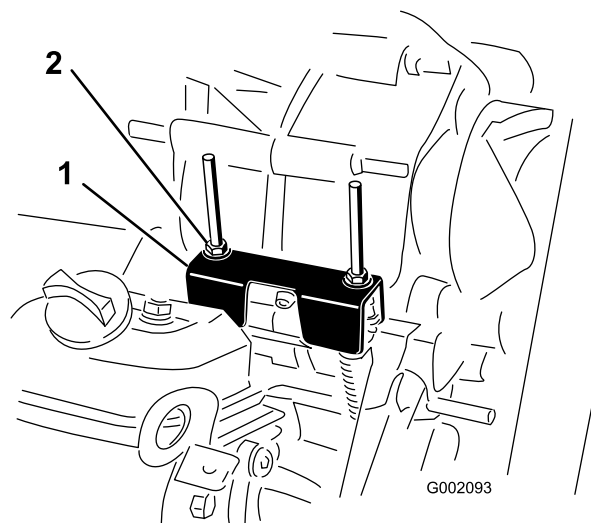

Figura 52
Sempre que for necess $\frac{1}{2}$ rio efetuar opera $\frac{1}{2}$ i $\frac{1}{2}$ es de manuten $\frac{1}{2}$ o programada e/ou diagn $\frac{1}{2}$ sticos do motor, dever $\frac{1}{2}$ colocar na posii $\frac{1}{2}$ o PONTO MORTO (Figura 52). A alavanca de mudan $\frac{1}{2}$ as da m $\frac{1}{2}$ quina possui uma posii $\frac{1}{2}$ o de PONTO MORTO que controla a posii $\frac{1}{2}$ o neutra do conjunto eixo-transmiss $\frac{1}{2}$ o. Dever $\frac{1}{2}$ executar as seguintes opera $\frac{1}{2}$ i $\frac{1}{2}$ es para se certificar de que a alavanca de mudan $\frac{1}{2}$ as controla a posii $\frac{1}{2}$ o neutra do conjunto de forma correta:
2. Certifique-se de que o suporte neutro est $\frac{1}{2}$ na posii $\frac{1}{2}$ o PONTO MORTO (ao n $\frac{1}{2}$ vel do suporte do cabo ao capot situado por baixo do suporte das mudan $\frac{1}{2}$ as), rodando a embraiagem (Figura 52).
3. Rode uma das porcas de bloqueio (Figura 52) para conseguir 0,76 a 1,52 mm de folga entre a parte inferior da porca/anilha e o suporte neutro.